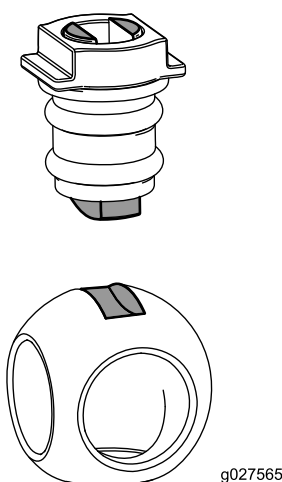

图 80
6. 将球插入阀体图 80。
注意 阀杆应能够插入球驱动槽内部。如果气门芯不能插入请调整球的位置(图 80)。